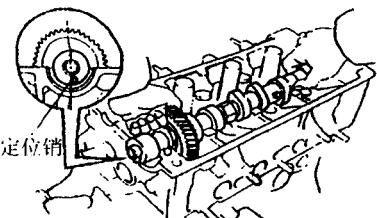

图 2-12 安装排气凸轮轴
(1) 安装排气凸轮轴
①在凸轮轴止推部位涂上多用途润滑脂，放置排气凸轮轴使定位销处于离凸轮轴垂直线稍偏逆时针一定角度的位置上，如图 2-12 所示。